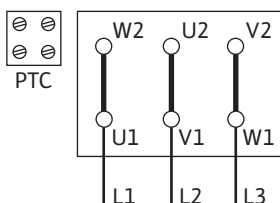

Fig. 12: Δ-kobling
- Nettilkoblingen er avhengig av motoreffekten P2, nettspenningen og innkoblingstypen. Den nødvendige koblingen til forbindelsesbroene i koblingsboksen finner du i den følgende tabellen samt Fig. 12, 13 og 14.